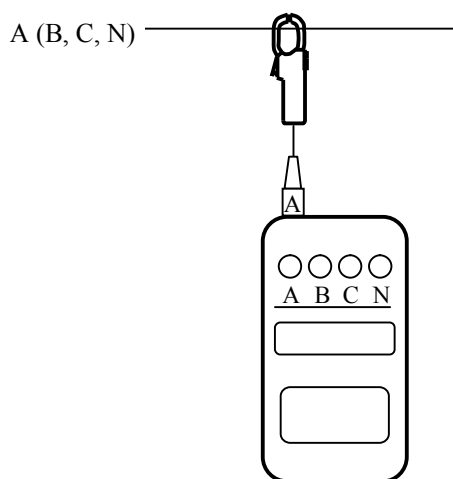

Рис. 6. Схема подключения для измерения и регистрации тока
Подключение регистратора для проведения измерений производится по схемам, приведенным на рис.6...11. При измерении и регистрации мощности стрелки на корпусе токоизмерительных клещей должны указывать направление передачи электроэнергии от источника к приемнику.
2.3.2.1. Выполните подключение регистратора согласно одной из схем рис.6...11.
2.3.3.1. Выполните подключение регистратора согласно одной из схем рис.6...11.